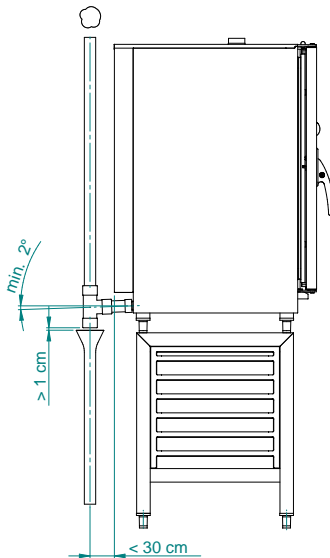

Abb. 2.4
**Achtung:** Die Abluftanlage muß so installiert werden, dass eventuell vom „Air-Break“ austretende Dämpfe nicht in die Belüftungsöffnungen am Boden des Gerätes gelangen können. (Abb. 2.4 und 2.4A)